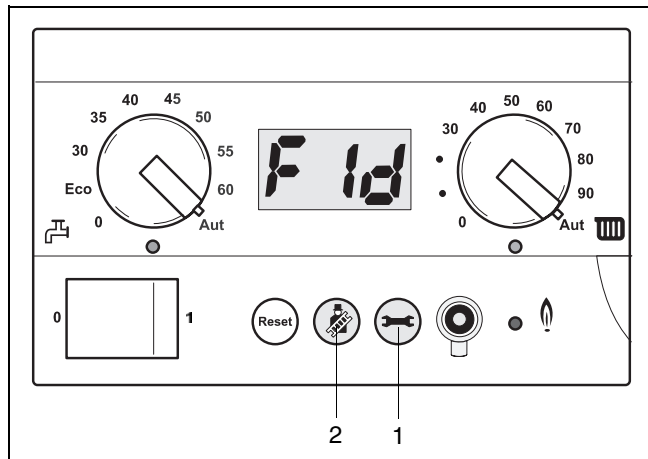

fig. 22 Pumpeefterløbstid på 24 timer
- Tryk samtidigt på skorstensfejer- og servicetasten (fig. 22, pos. 2 og 1), indtil "L—" vises på displayet.
- Pumpeefterløbstiden indstilles (kortere) ved hjælp af skorstensfejertasten eller (længere) ved hjælp af reset-tasten. Pumpeefterløbstiden kan indstilles mellem 5 og 60 minutter (F 5-60) eller på 24 timer (F 1d) (se fig. 22).
- Indstillingen bekræftes ved at trykke på servicetasten (fig. 22, pos. 1).